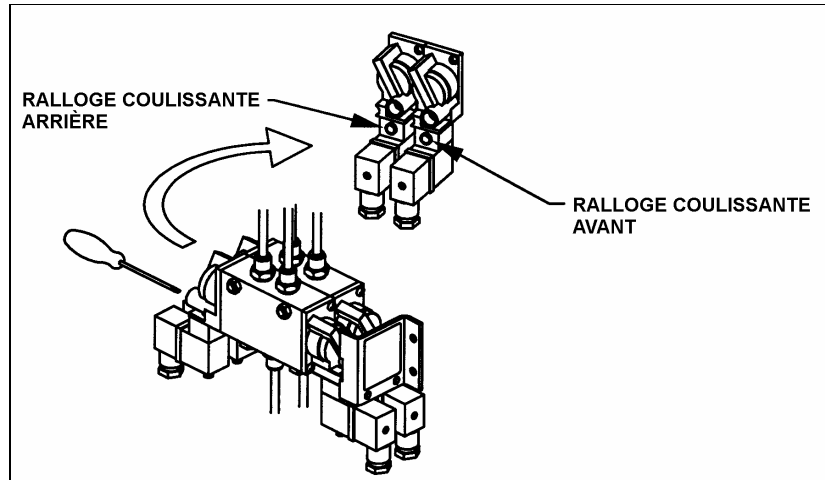

FIGURE 1
2. Identifier le distributeur pneumatique contrôlant les vérins de verrouillage de la rallonge coulissante à réajuster (voir la figure 1).